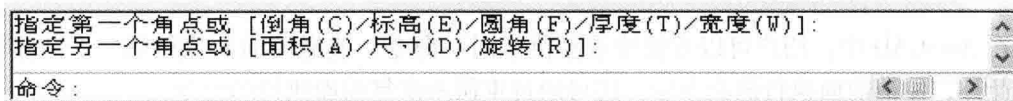

图 1-5 命令行
(7) 命令窗口和文本窗口。命令行与文本窗口位于绘图窗口的底部,用于接受用户输入的命令和显示 AutoCAD 2008 命令提示及有关信息,如图 1-5 所示。可以通过拖放来调整命令行的大小。